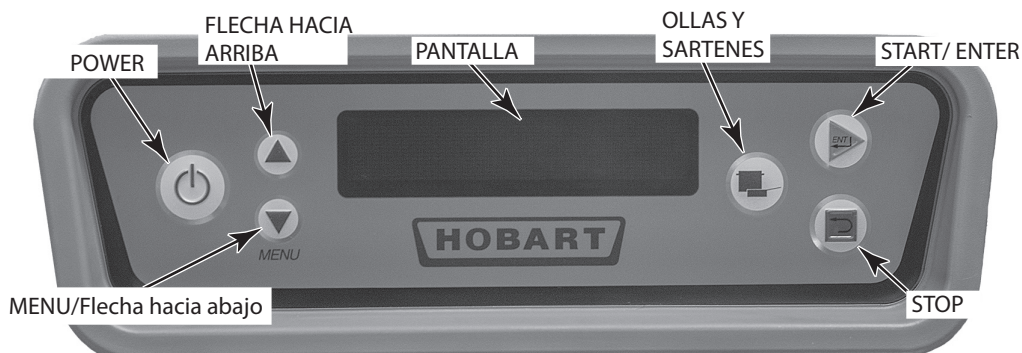

Figura 30
Los controles se ubican en la parte superior del lavavajillas. El teclado y la pantalla se encuentran al frente de la caja de control (Figura 30).
Cierre todas las puertas. Para comenzar el llenado una vez que la máquina está lista, presione el botón POWER (Figura 30).
5. Presione el botón POWER en el teclado (Figura 30). El lavavajillas se llenará automáticamente (consulte la sección "Llenado del lavavajillas" en esta misma página). Una vez que el tanque está lleno, se encenderá el quemador si se requiere aplicar calor. El sistema de ignición considera un período de 15 segundos de purga antes de comenzar su labor.
6. Si el lavavajillas no funciona, presione el botón POWER en el teclado (Figura 30) y cierre la válvula manual de gas. Comuníquese con el servicio técnico de Hobart o con el proveedor local de gas.
Una vez que la máquina se ha llenado, haga funcionar las bombas presionando el botón START / ENTER en el teclado (Figura 30) o insertando una canastilla en la máquina.
La opción estándar de detención de la cinta transportadora permite que el operador la detenga para lavar más a fondo la vajilla demasiado sucia durante un tiempo más prolongado. Presione DOWN ARROW (flecha descendente) ubicada en el teclado (Figura 30) hasta que el símbolo '<' se muestre a la izquierda de 'CONVEYOR DWELL' (detención de la cinta). Cuando la canastilla llegue a la cámara de lavado, presione ENTER en el teclado (Figura 30) para detener momentáneamente la cinta transportadora. Para reiniciar el movimiento de la cinta, presione el botón START/ENTER en el teclado (Figura 30). **NOTA:** En todos los modelos CLen (excepto los modelos VL), la unidad continuará funcionando en modo de espera hasta que se presione la el botón ENTER (Ingresar) o STOP (Detener). En los modelos CLen-VL, la unidad se detendrá después de 30 minutos de espera.
Si la canastilla se atasca o si la carga es excesiva, un mecanismo de sobrecarga apaga el motor de la cinta transportadora y en la pantalla se lee "Clear Conveyor Jam" (despeje el atasco en la cinta transportadora). Abra las puertas y elimine el atasco. Una vez eliminado, cierre las puertas y pulse el botón START/ENTER en el teclado (Figura 30) para reiniciar el funcionamiento del lavavajillas.
En pantalla aparecen todas las temperaturas del tanque (Figura 30) cuando la máquina está funcionando. La temperatura "Final Rinse" muestra unas rayas (- - -) hasta que una canastilla ingresa a la zona de enjuague. Luego se lee "Final Rinse". Una vez que la vajilla abandona la zona de enjuague, Final Rinse vuelve a mostrar - - - .
En caso de que no ingrese ninguna canastilla a la máquina por un tiempo preestablecido, el temporizador automático inicia la cuenta regresiva y las bombas y la cinta transportadora se apagan para ahorrar energía. El tanque continúa calentándose y en pantalla se muestran las diversas temperaturas. Para reanudar el funcionamiento, inserte una canastilla o presione el botón START/ENTER en el teclado (Figura 30).
Luego de un período de inactividad de la máquina, el control inicia el modo Ahorro de Energía (ESM): todos los componentes de la lavadora de utensilios se apagan y la pantalla de control se atenúa mostrando la leyenda "Energy Saver Active/Press STOP to Exit" (Modo ahorro de energía activo. Presione STOP para salir). Para salir del modo Ahorro de Energía presione el botón STOP (Figura 30). Puede presionar el botón POWER para apagar completamente la máquina. El tiempo de inactividad de la máquina antes de ESM se puede establecer entre 1 y 6 horas en el "Menú Parámetros". La configuración de fábrica es de 2 horas. Consulte la página 36.
1. Presione el botón POWER en el teclado para apagar la máquina (Figura 30).